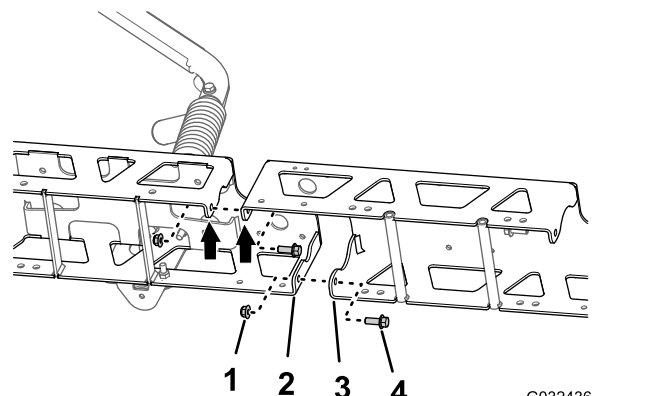

図 54
1. センターブームエクステンションの垂直フランジについている穴を、トラスフレームの穴に合わせる 図 54。
2. センターブームエクステンションをトラスフレームに仮組み付けする 図 54 ステップ 1 センターブームのトラスを取り外す (ページ 27) で取り外したフランジヘッドボルト ( $\frac{3}{8}$  x 1") 2本とフランジロックナット $\frac{3}{8}$ "を使用する。
- センターブームエクステンションの垂直フランジについている穴を、もうひとつのトラスフレームについている穴に合わせる 図 54。
- センターブームエクステンションをこのトラスフレームに仮組み付けする 図 54 ジオリンクスプレキシステム仕上げキットに入っているフランジヘッドボルト  $\frac{3}{8}$  x 1" 2本とフランジロックナット  $\frac{3}{8}$ " 2個を使用する 図 54。